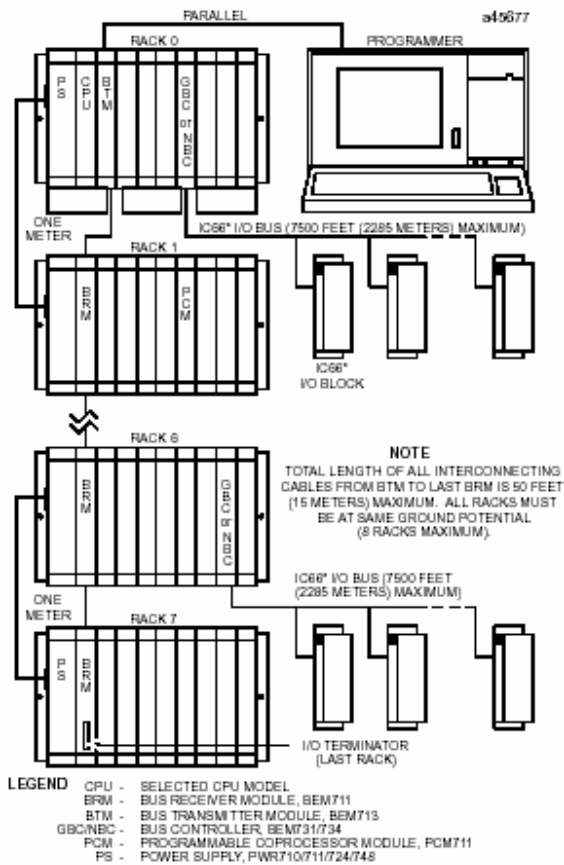

图 1. PLC系统配置实例
- 把CPX772模块安装在机架0的1槽。(见图1)
并行对接(只有基于MS-DOS程序设计器)程序设计器连接到总线发送器模块(IC698BEM713)顶端通道上，如图1所示。编程功能的描述参见适用的编程软件用户手册。